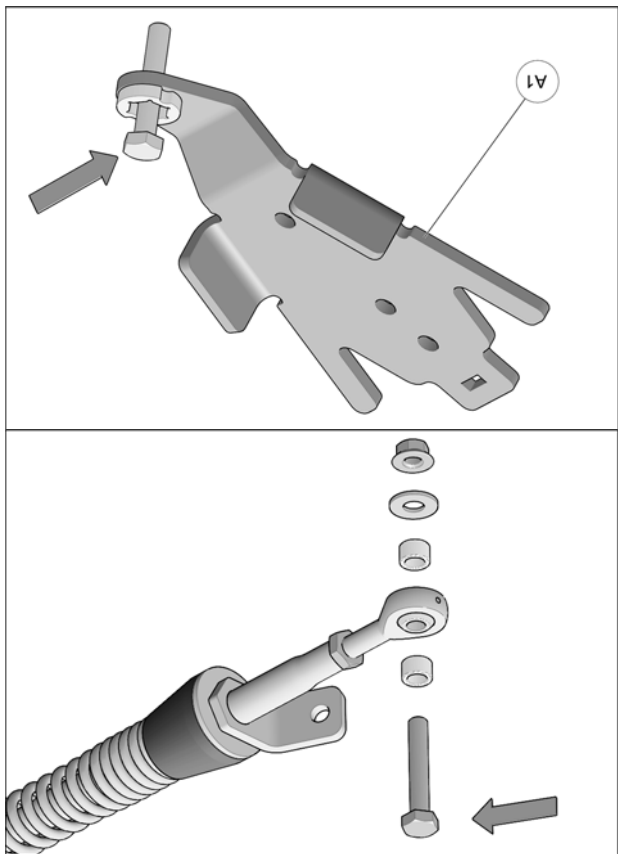

Fig. 8
4. Enlever les boulons, les rondelles et les espacers des rotules des bras stabilisateurs des systèmes avant. Insérer un boulon à l'extrémité de chacun des ancrages de suspension avant (A1). Fig. 8